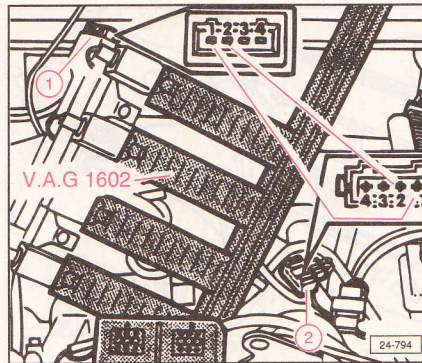

Fig. 2.126
Quitar el conector de la caja de enchufe colectiva (1) y del registro de aire complementario (situado por debajo del tubo colector de admisión). Desmontar el distribuidor de combustible completo con las válvulas de inyección del tubo colector de admisión (siguen empalmados los tubos flexibles de combustible). Introducir las válvulas de inyección en el aparato de medición V.A.G. 1602 (Fig. 2.126). Unir los terminales 1 y 2 de la caja de enchufe colectiva (1) y los terminales 1 y 2 del conector quitado (2) mediante cables auxiliares V.A.G. 1594.